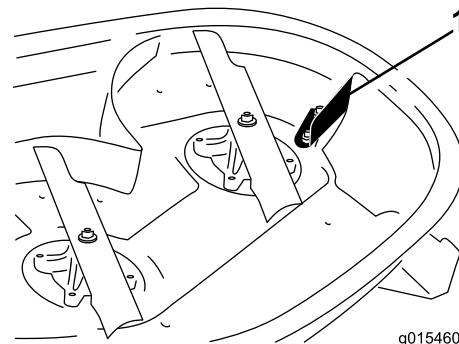

Figure 1
4. Certains modèles sont équipés d'un déflecteur sur l'ouverture d'éjection (Figure 1). Déposez le déflecteur s'il est présent. Mettez les pièces de côté pour un usage ultérieur.